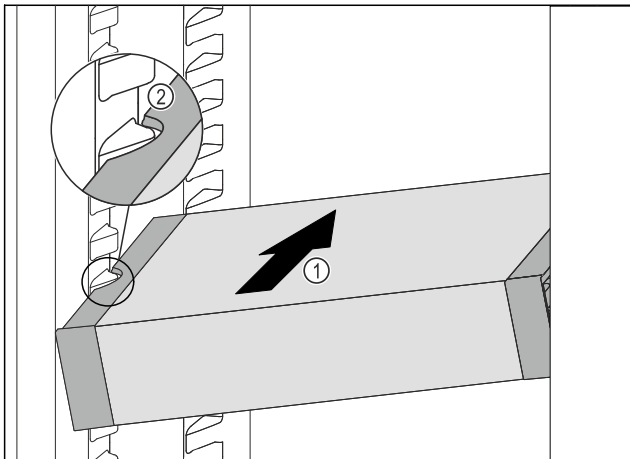

Fig. 133
- ▶ Вкарайте VarioSafe под ъгъл в хладилната част Fig. 133 (1), докато страничните прорези Fig. 133 (2) на VarioSafe се намират на височината на ребро на съда в хладилната част.